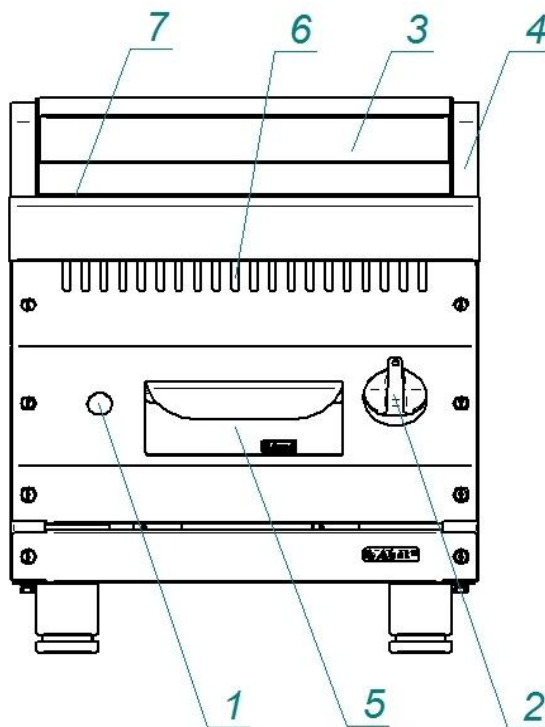

Рис. 1. Лаво-гриль
4.1. Устройство газового гриля показано на Рис. 1.
Нажмите на ручку крана горелки и поверните ее против часовой стрелки, установив символ искры зажигания ★ напротив метки на панели управления (рис. 2а). Нажав до упора, одновременно произведите поджог газа при помощи пьезорозжига. Удерживайте ручку крана в течение не менее 15 секунд, после чего отпустите. После проведения вышеуказанных операций необходимо проконтролировать наличие горения газа, для чего необходимо посмотреть в смотровое окно 6 (рис.1), в котором можно наблюдать наличие пламени. Пламя должно быть устойчивым. Если пламя не горит, повторите операцию.